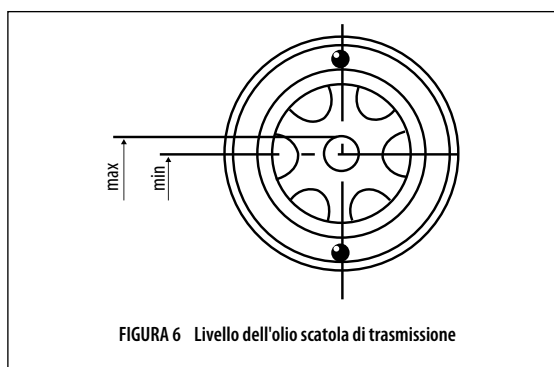

FIGURA 6 Livello dell'olio scatola di trasmissione
3. Verificare che l'olio sia a un livello adeguato nella scatola di trasmissione. L'olio in eccesso causerà il surriscaldamento della scatola di trasmissione (vedere la Figura 6).